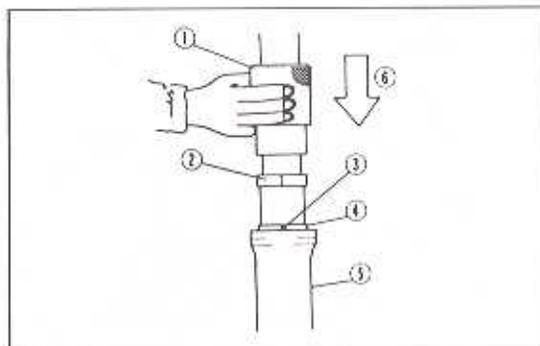

Bild 250
- Mit dem Spezialwerkzeug 57001-1219 die Führungsbuchsen einpressen (Bild 250).